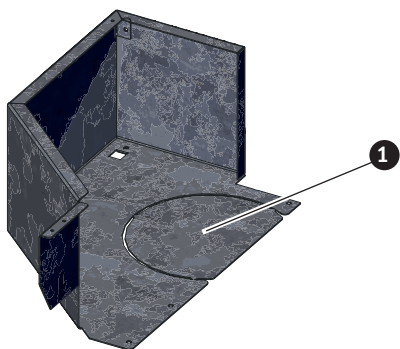

Fig. 52 Staccare la prepunzonatura solo se il raccordo dei gas combusti è rivolto verso l'alto
- Se il raccordo gas combusti è rivolto verso l'alto, staccare la prepunzonatura nel rivestimento sinistro superiore – Fig. 52. Se il raccordo gas combusti è rivolto verso il retro, non staccare la prepunzonatura.